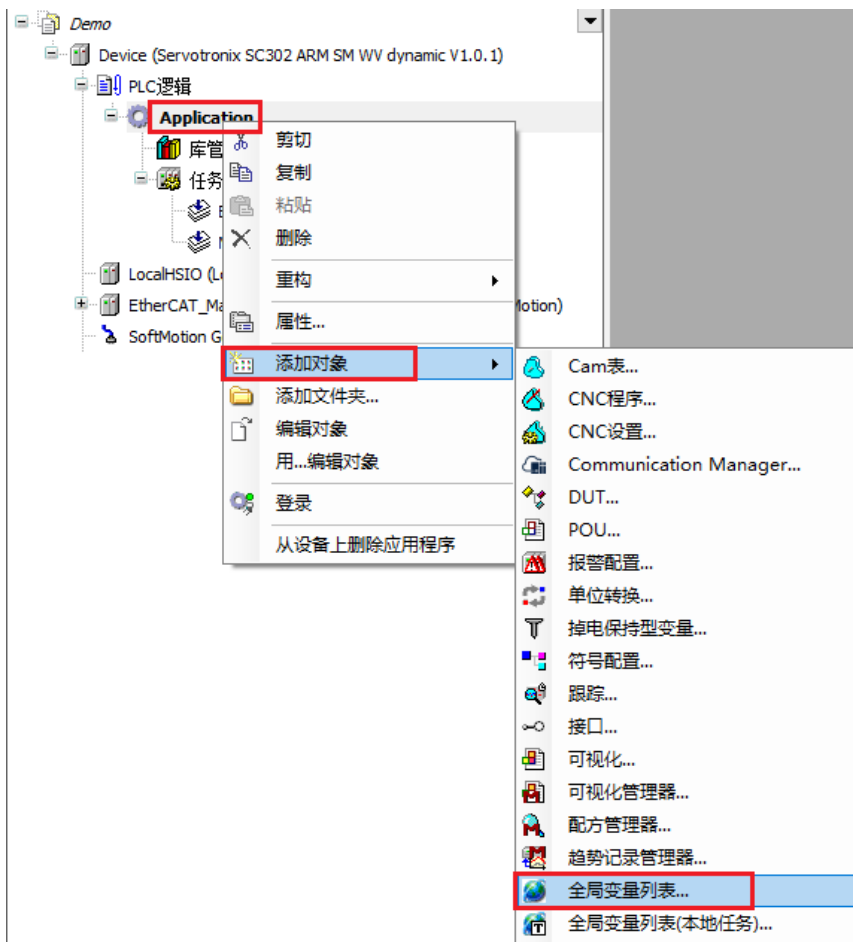

图 11-1 创建全局变量表
(1) **创建全局变量表文件**如下图 11-1，在 CODESYS 项目中的工程窗口，右键单击“Application”节点，单击选择“添加对象”，然后在下拉列表中选择“全局变量列表...”，会创建 GVL 文件，用于定义全局变量。